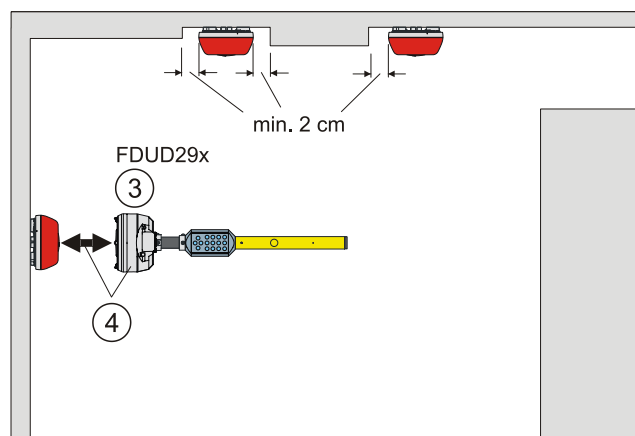

Fig. 4
- For commissioning and maintenance purposes the alarm sounder must be easily accessible. This way communication via interface (MC-Link) to the detector exchanger and tester FDUD29x is possible (Fig. 4).
- Für die Inbetriebnahme und Wartung muss der Alarntongeber gut zugänglich sein, damit er über die Schnittstelle (MC-Link) zum Prüfpflücker FDUD29x kommunizieren kann (Fig. 4).
- Pour la mise en service et la maintenance, le diffuseur sonore doit être aisément accessible pour pouvoir communiquer avec l'échangeur et testeur de détecteur FDUD29x via l'interface (MC-Link) (fig. 4).
- Para la puesta en servicio y el mantenimiento, la sirena de alarma tiene que estar bien accesible para que pueda comunicarse a través de la interfaz (MC-Link) con el extractor/probador de detectores FDUD29x (Fig. 4).
- La sirena d'allarme deve essere facilmente accessibile per la messa in servizio e gli interventi di manutenzione, in modo che possa comunicare con l'estrattore e tester FDUD29x tramite l'interfaccia (MC-Link) (Fig. 4).